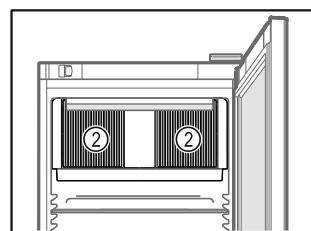

Fig. 60
- Не закрывайте вентиляционную щель Fig. 60 (2) вентилятора циркуляционного воздуха во внутренней камере.